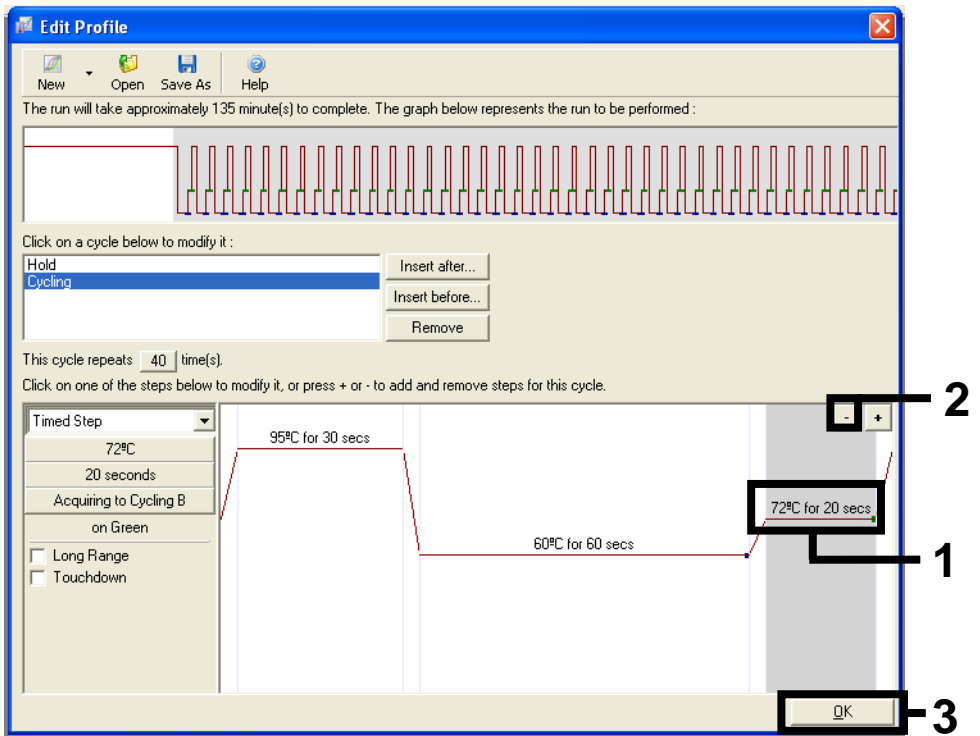

Figura 29. Eliminación del paso de extensión.
11. Seleccione el tercer paso y haga clic en- para eliminarlo. Haga clic en OK (Aceptar) (figura 29).